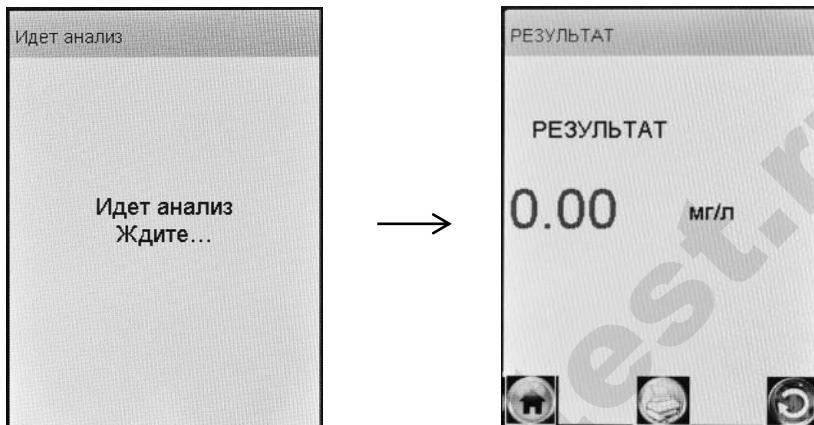

Рисунок 17 – Предъявление результата измерения
2.8.13 После отбора пробы воздуха производится измерение массовой концентрации паров этанола в отобранный пробе, при этом на экране отображается сообщение «Идет анализ Ждите...» (рисунок 17, слева).
2.8.14 После того как анализ пробы произведен, в сопровождении щелчка срабатывания заборной системы на экране предъявляется результат измерения массовой концентрации паров этанола (алкоголя) в отобранной пробе выдыхаемого воздуха (рисунок 17, справа).